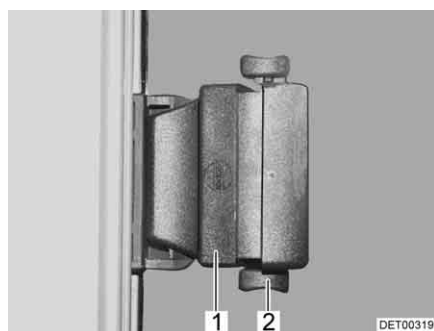

Fig. 81 Fenêtre coulissante avec verrouillage poussoir
- Pousser le verrouillage (Fig. 81,2) vers le haut.
- Appuyer sur la poignée (Fig. 81,1) et la pousser simultanément vers l'avant ou l'arrière.